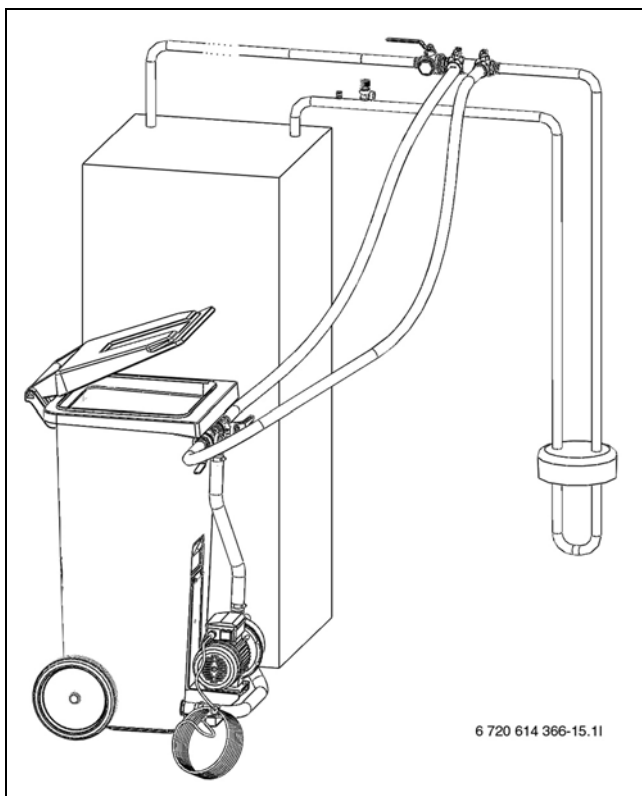

Bild 24 Fyllning med påfyllnadsstation
- ▶ Anslut två slangar från påfyllnadsstationen till påfyllnadssatsen (→ Bild 24).